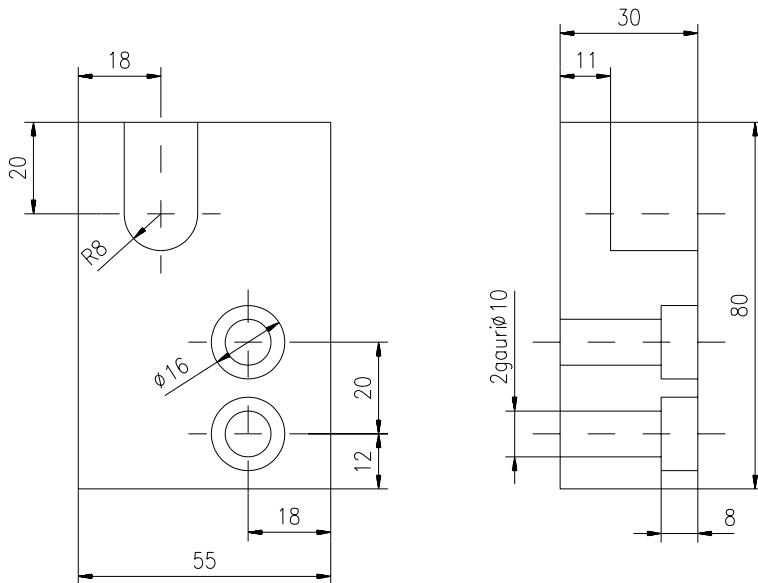

Fig. 6.15
7. Cotarea piesei pe cele două proiecții. Schimbarea tipului de linie al axelor de simetrie folosind comanda **CHPROP** și opțiunea "LType" (fig. 6.15).